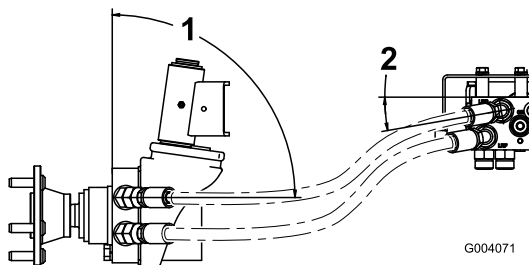

Figura 7
- Encaminhe as 2 mangueiras esquerdas para o motor da roda esquerda. Ligue a mangueira superior do coletor à união superior do motor da roda e a mangueira inferior do coletor à união inferior do motor da roda (Figura 7). Se as mangueiras não forem encaminhadas apropriadamente, podem vir a entrar em contacto com os pneus ou pára-choques traseiro o que irá causar danos às mesmas.